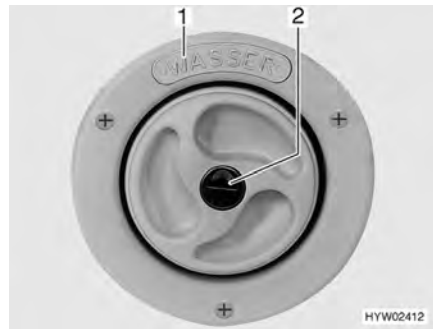
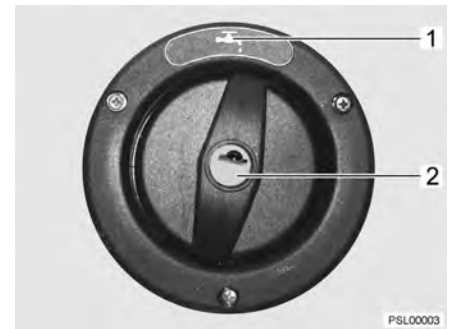

Fig. 38 Coperchio per bocchettone di riempimento dell'acqua potabile
Fig. 39 Coperchio per bocchettone di riempimento dell'acqua potabile (alternativa)
- ▷ Il bocchettone di riempimento dell'acqua potabile è contraddistinto dalla scritta "WASSER" (acqua) (Fig. 38,1) o con il simbolo "☕" (Fig. 39,1).
- Inserire la chiave nel cilindro della serratura (Fig. 38,2 o Fig. 39,2) e ruotare in senso antiorario.